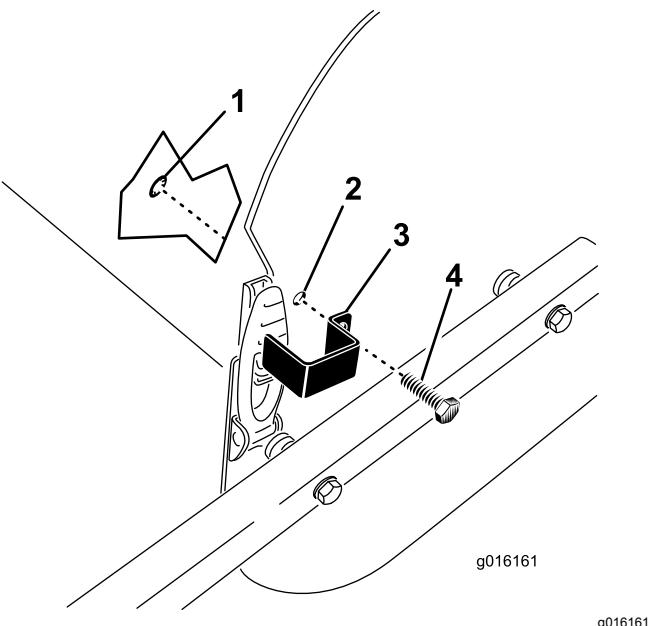

Figura 36
1. Posicione a placa do trinco sobre o trinco do capot alinhando o furo de montagem com o furo da placa lateral (Figura 36).
2. Prenda a placa do trinco à placa lateral com um parafuso de cabeça hexagonal e um anel de retenção (Figura 36).